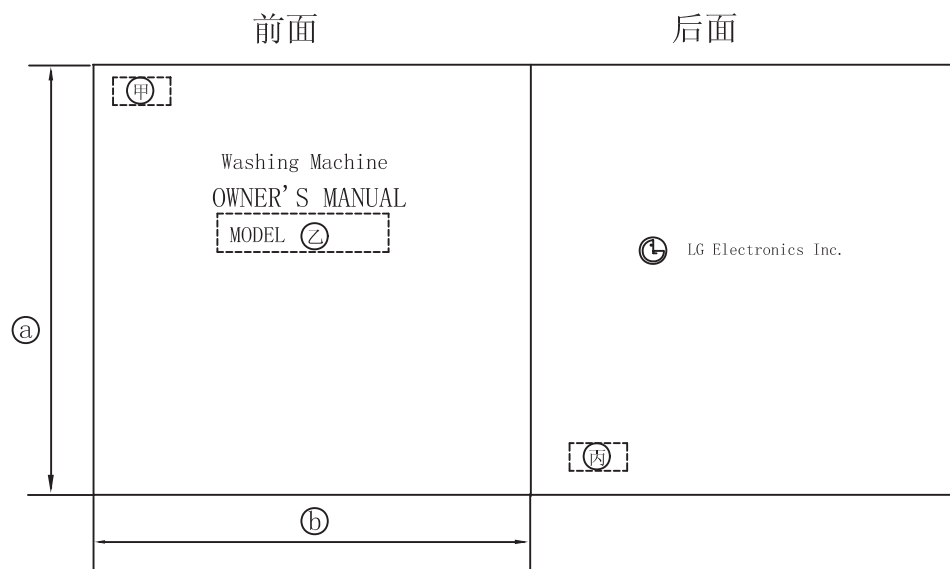

FIG. 2(标题)
- 2) OEM BRAND (FIG. 2): *表纸-1: BLACK